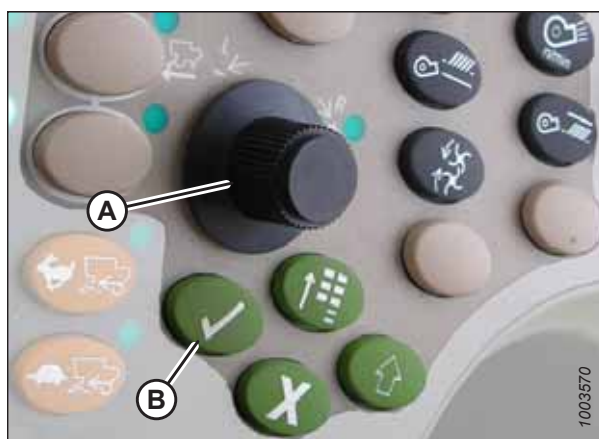

Figura 3.645: Consola de comandă a combinei John Deere
8. Selectați HEADER (Heder) în caseta (A) prin derularea în jos până la caseta respectivă cu ajutorul butonului de derulare și apoi apăsând butonul cu marcajul de verificare (butoanele sunt prezentate în Figura 3.645, pagina 382).
9. Derulați în jos până la pictograma din dreapta jos care seamănă cu o săgeată într-un diamant (B) și apăsați butonul cu marcajul de verificare pentru a o selecta.